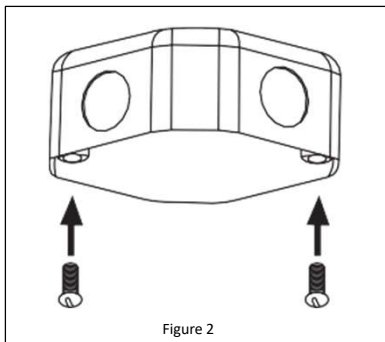

Figure 2
3. Install the supplied Small Philips Head Screws into the junction box. Leave the screws out about 1/4" from the mounting surface. If the Small Philips Head Screws do not stick out past the mounting surface, use the supplied Large Philips Head Screws. **See Figure 2.**
- *Installez les petites vis à tête cruciforme fournies dans la boîte de jonction. Laissez les vis dépasser d'environ 6,35 mm de la surface de montage. Si les petites vis à tête cruciforme ne dépassent pas la surface de montage, utilisez les grandes vis à tête cruciforme fournies. Reportez-vous à la Figure 2.*